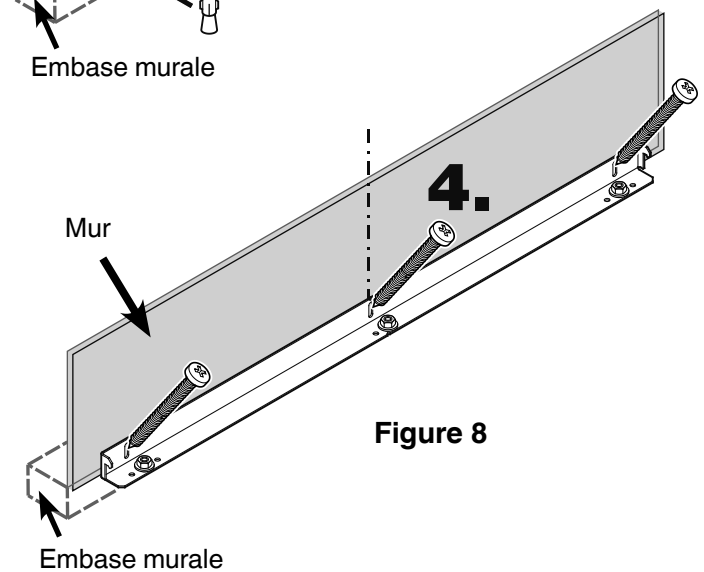

Figure 8
4. Fixer l'équerre avec 3 vis (1/4 po x 2-1/8 po) sur l'embase murale (**Figure 8**).